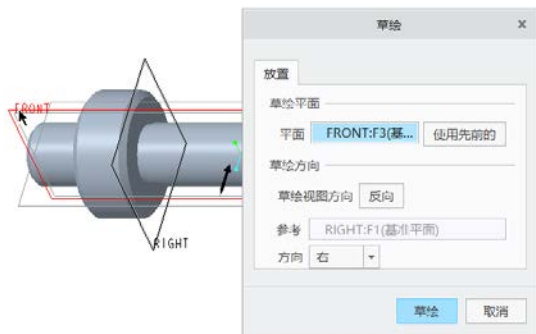

图 13-16 指定草绘平面
④ 选择 FRONT 基准平面作为草绘平面，默认以 RIGHT 基准平面为“右”方向参考，如图 13-16 所示，单击“草绘”按钮。